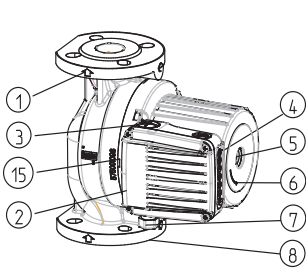

Abb.2
- Die Durchflussrichtung des Fördermediums muss mit dem Pfeil auf dem Pumpengehäuse übereinstimmen (Abb. 2 – Pos. 1).
- Anschlussflanschen sind NP 6/10 (Abb.2 – Pos.8)
- GHN (basic, auto), GHNM (basic, auto) – Pumpen verfügen über ein einfaches Hydraulikgehäuse (Abb.2 – Pos.8)
Das Hydraulikgehäuse der Pumpe darf nur bis zum Spalt zwischen dem Motor und dem Hydraulikgehäuse isoliert werden. Öffnungen zur Kondensatableitung aus dem Statorraum müssen immer frei bleiben, dass gleiche gilt für den Einsatz der Pumpe in Heizsystemen, wenn eine Wärmeisolierung des Hydraulikgehäuses vorgenommen wird (Abb. 2, 3, Pos. 15). Das Elektromotorgehäuse, in dem sich Öffnungen zur Kondensatableitung befinden, darf nie isoliert werden!
Der Einspeiseleiter wird über die Einführung M20 (Abb.2 – Pos.7) angeschlossen.
Bei Pumpen des Typs GHN (basic, auto), GHND (basic, auto), GHNMD (basic, auto), GHNMD (basic, auto) liegt der Rotor im Wasser, in besonderen wassergeschmierten Lagern. Darum muss vor der Inbetriebnahme die Pumpe mit Wasser gefüllt und entlüftet werden. Zur Entlüftung der Pumpen wird die Schraube auf der Hinterseite des Elektromotors (Abb.2-Pos. 5) herausgeschraubt. Aus der Spalte zwischen der Motorwelle und dem Lager strömt Luft heraus. Wenn Wasser heraustropft, schließen sie die Ventile auf der Ansaug- und Druckseite der Pumpe und starten sie die Pumpe. Die eingebaute Anzeige zeigt ein Drehen der Pumpenachse in die falsche Richtung mit mehrfachen Blinken des roten Lichtes an.
Jede Pumpe kann Bereiche von drei hydraulischen Charakteristiken abdecken. Um das zu erreichen, hat sie einen Elektromotor mit drei verschiedenen Drehzahlen eingebaut. Um gewünschte Charakteristik bzw. Geschwindigkeit auszuwählen, ① ② ③ hat die Pumpe einen Knopf  Knopf (Abb. 2, Pos. 4), mit dem man zwischen den Geschwindigkeiten wählt. Einstellung der Geschwindigkeiten bei Pumpentypen GHN,GHND, GHNM, GHNMD (auto)  kann auf Knopfdruck  manuell bei der Geschwindigkeit ① ② ③ und automatisch  in  In beiden Fällen funktioniert die Pumpe abhängig von dem Durchlauf bei den Geschwindigkeiten ② ③ automatisch. Bei dem Nachregime  ist noch Mediumtemperatur berücksichtigt und wenn die Mediumtemperatur fällt, schaltet die Pumpe in die Geschwindigkeit ② Fall ($> 10^{\circ} \text{C}$) oder Geschwindigkeit um ① Fall ($> 20^{\circ} \text{C}$) ungeachtet auf Durchlauf. Wenn die Mediumtemperatur um $> 20^{\circ} \text{C}$ steigt, ist wieder die Funktionsweise in Verbindung mit Durchlauf ermöglicht. Diese Funktionsweise ist für die Systeme mit Thermoventilen und Systeme geeignet, in denen die Systemtemperatur in der Nacht fällt.
Die Pumpe ausschalten, Ventile an der Druck- und Ansaugseite der Pumpe schließen, Entlüftungsschraube ausschrauben, einen Schraubenzieher (Abb. 2-Pos.5) in den Schlitz auf der Welle stecken und diese so lange drehen, biss kein Widerstand mehr fühlbar ist. Danach wieder die Entlüftungsschraube einschrauben.